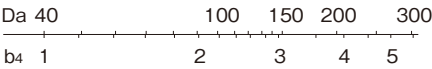

图1 尺寸系数
- C : 基本动额定载荷 (N)
- P : 等价径向载荷 (N)
- b₄^{*} : 尺寸系数 (参照图1)